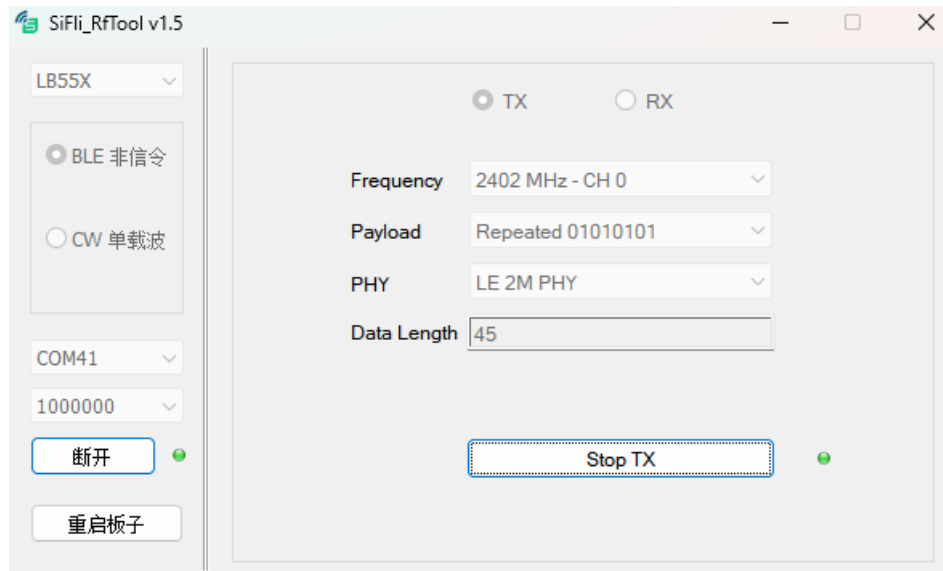

图 2-3
- 点击 Start TX，Start TX变成 Stop TX，且右边的指示灯变成绿色，则表示发射成功。如图 2-3所示，发送成功后可在综测仪上看到对应参数